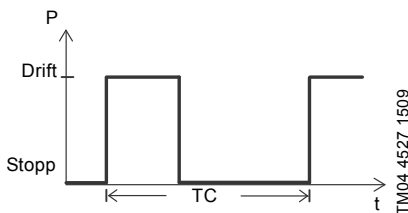

Fig. 5 S3-drift
S3-drift er en rekke 10-minutters driftssykluser (TC). Hver syklus har en 4-minutters periode med konstant last, etterfulgt av en 6-minutters hvileperiode. Termisk likevekt nås ikke i løpet av syklusen. Se fig. 5.